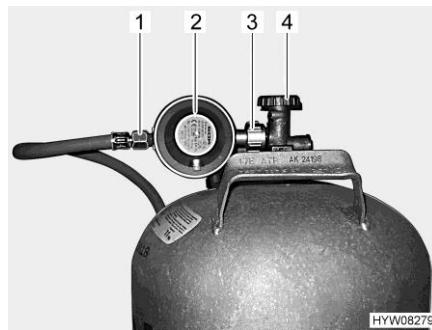

Fig. 126 Raccordo bombola del gas
- Chiudere la valvola principale di arresto (Fig. 126,4) della bombola del gas. Osservare la direzione della freccia.
- Tenere fermo il regolatore di pressione del gas (Fig. 126,2) e aprire il dado zigrinato (Fig. 126,3) (generalmente filettatura sinistra).
- Rimuovere il regolatore di pressione del gas con il tubo del gas (Fig. 126,1).
- Collocare il regolatore di pressione del gas (Fig. 126,2) con il tubo del gas (Fig. 126,1) sulla bombola del gas e serrare il dado zigrinato (Fig. 126,3) (generalmente filettatura sinistra). **Non tirare con molta forza.**